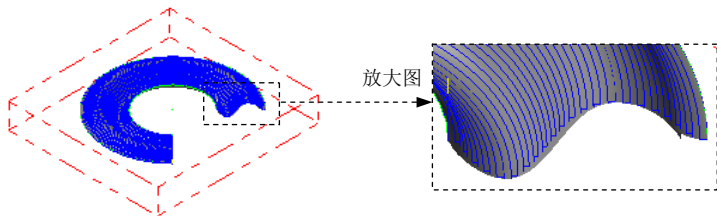

图 11.12.6 刀具路径
(3) 完成参数设置。对话框中的其他参数保持系统默认设置值，单击“曲面精加工 熔接”对话框中的 按钮，同时在图形区生成图 11.12.6 所示的刀具路径。
(1) 在“操作管理器”中单击 刀具路径 - 2123.OK - FINISH_BLEND.NC - 程序号码 0 节点，系统弹出的“路径模拟”对话框及“路径模拟控制”操控板。
(2) 在“路径模拟控制”操控板中单击 按钮，系统将开始对刀具路径进行模拟，结果与图 11.12.6 所示的刀具路径相同，在“路径模拟”对话框中单击 按钮。